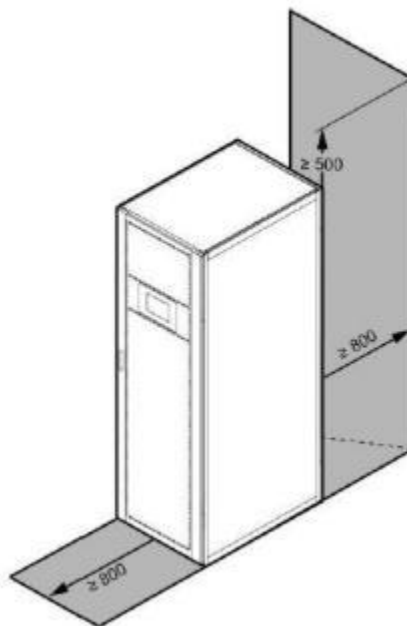

Рисунок 7-13. Расположение ИБП
1. Для удобства эксплуатации и обслуживания при установке шкафа следует оставить не менее 800 мм свободного пространства перед шкафом и позади него (Рисунок 7-13).